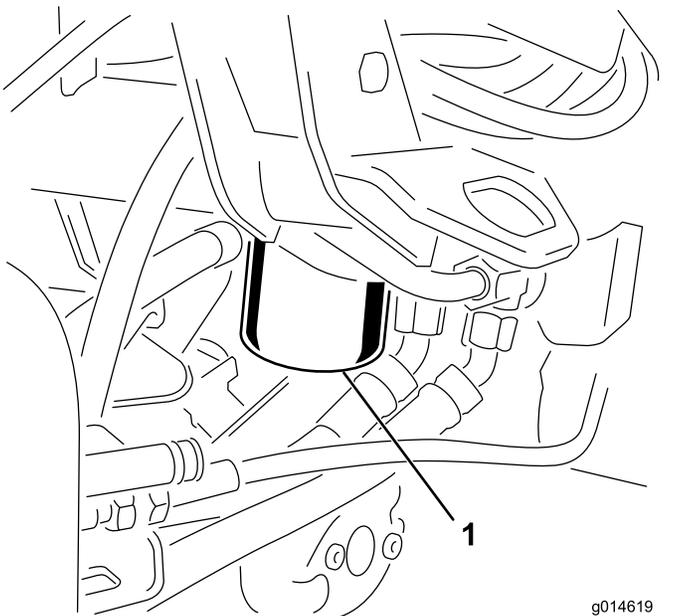

Figura 39
3. A la derecha de la máquina, coloque un recipiente debajo del filtro hidráulico (Figura 39).
5. Retire el filtro hidráulico antiguo del cabezal e instale rápidamente el nuevo filtro hidráulico (Figura 39) girándolo a mano hasta que la junta entre en contacto con el cabezal del filtro y, a continuación, apriete el filtro $\frac{3}{4}$ de vuelta más.